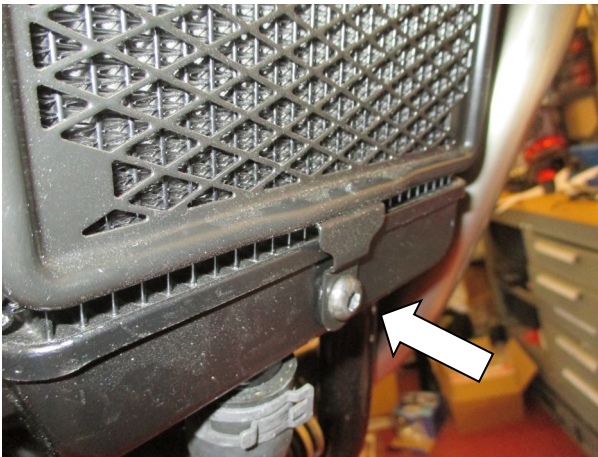

Abbildung 1
- Entfernen Sie den original Kühlerschutz, indem Sie die untere Schraube mit einem 5mm Inbusschlüssel entfernen wie in **Abbildung 1** abgebildet.